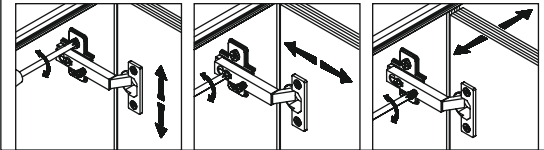

Рис. 7
5.10. Отрегулировать положение дверей при помощи винтов (рис.7)